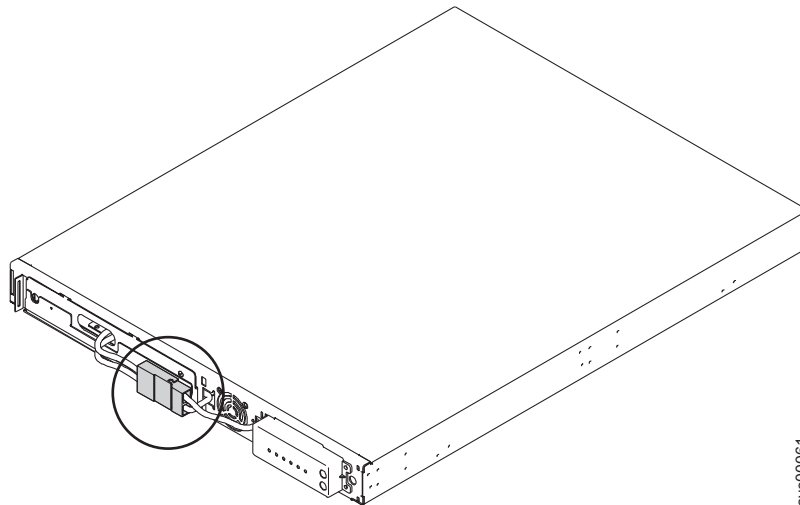

Figura 15. O Conector da Bateria Interna do 2145 UPS-1U
5. Conecte o conector de bateria interna (mostrado na Figura 15 na página 22). Cada extremidade do conector chaveado possui dois fios: um vermelho (+) e um preto (-). Alinhe o conector para que os dois fios vermelhos fiquem juntos e os dois fios pretos fiquem juntos.